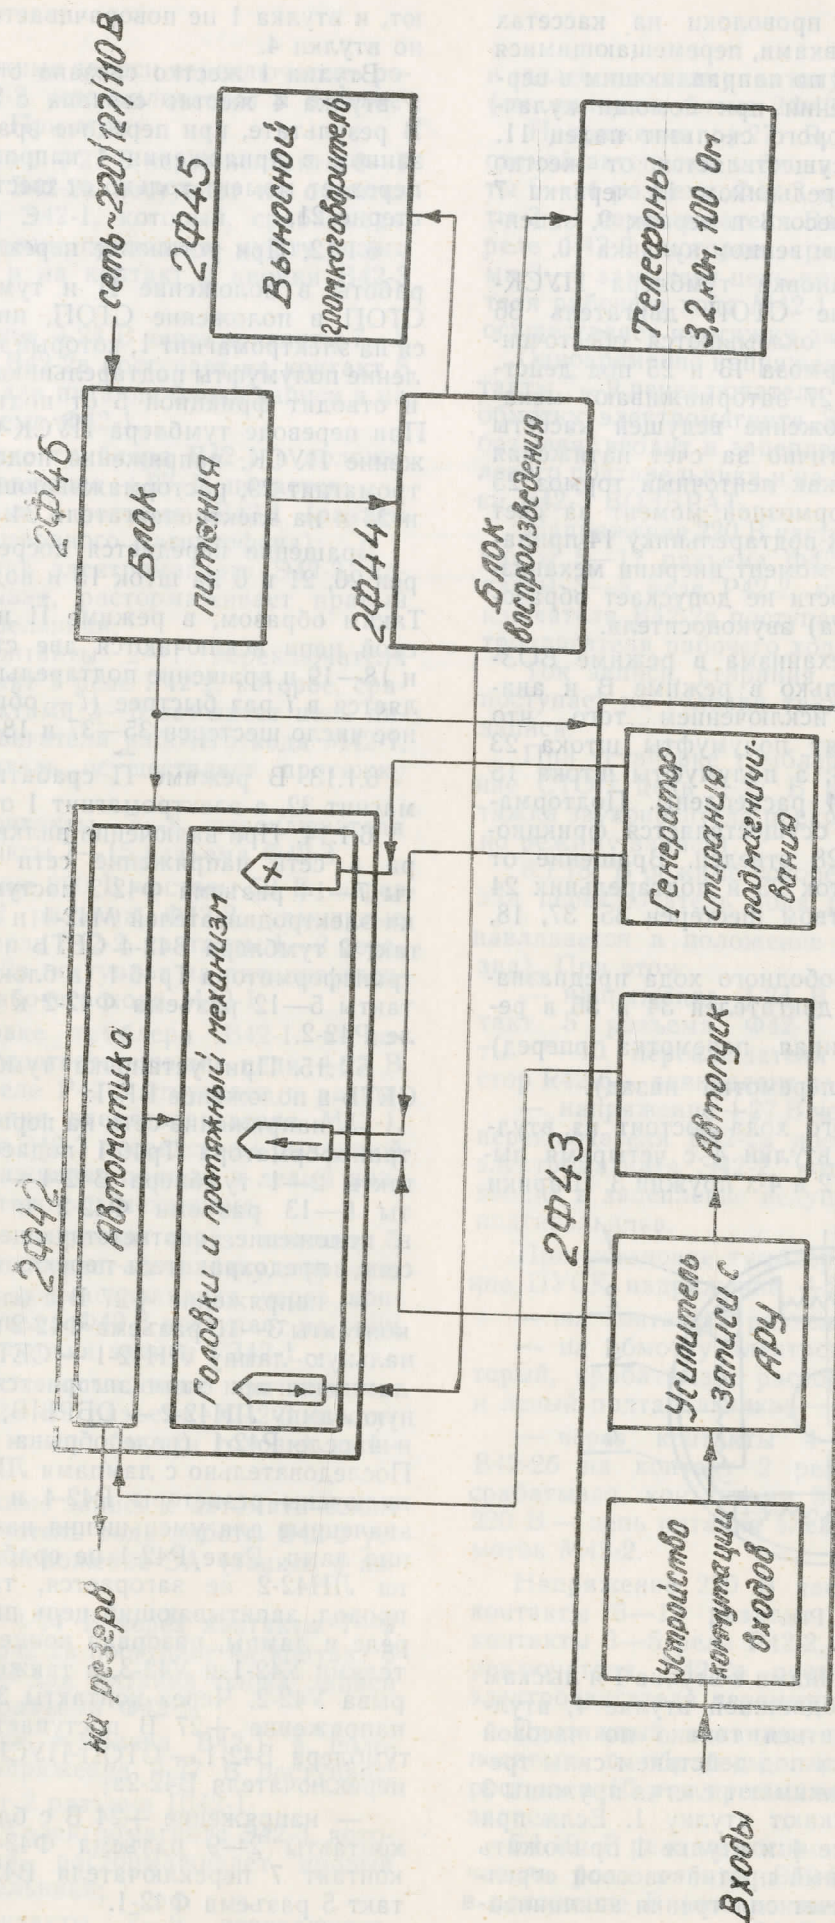

Рис. 2. Функциональная схема магнитофона
5.2.1. Функциональная схема магнитофона приведена на рис. 2.